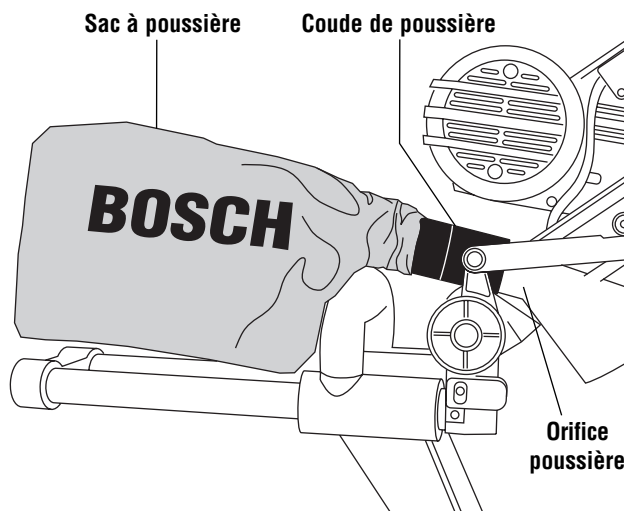

Figure 4. Coude et sac à poussière
1. Le bras d'onglet étant bloqué en position descendue, poussez le coude de poussière sur la orifice poussière. Enfoncez le sac à poussière sur le coude et faites pivoter les deux pièces pour les mettre dans la position désirée. (Figure 4).